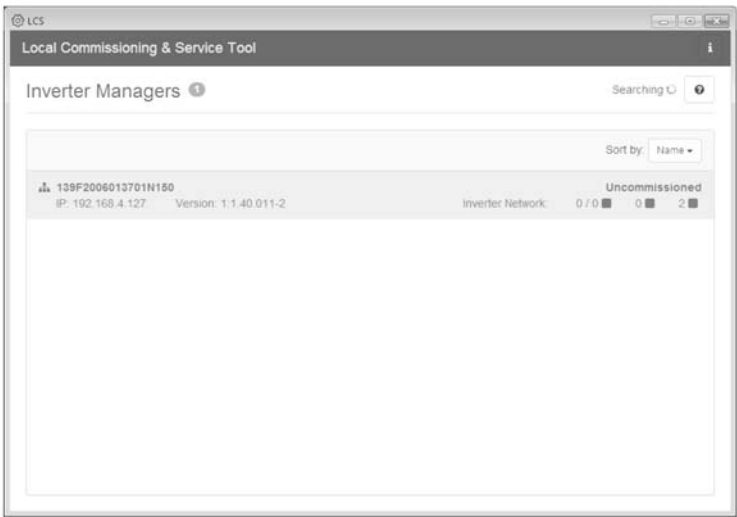

Figura 5.2 LCS-Tool – Schermata iniziale
- 2. La schermata a questo punto mostra un elenco di tutti gli Inverter Manager (v. figura 5.2). Per avviare la procedura guidata, fare clic sull'Inverter Manager da configurare. Facendo clic sull'Inverter Manager vengono visualizzati gli inverter rilevati dall'Inverter Manager. Gli inverter non messi in servizio (senza codice di rete assegnato) sono riportati con una cornice blu insieme alla loro versione software.